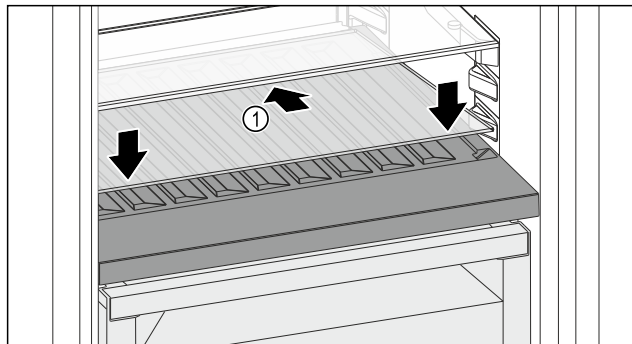

Fig. 151
- Posizionare il ripiano di vetro Fig. 151 (1) inclinato indietro e verso il basso.
- Abbassare la parte anteriore del ripiano di vetro Fig. 151 (1).